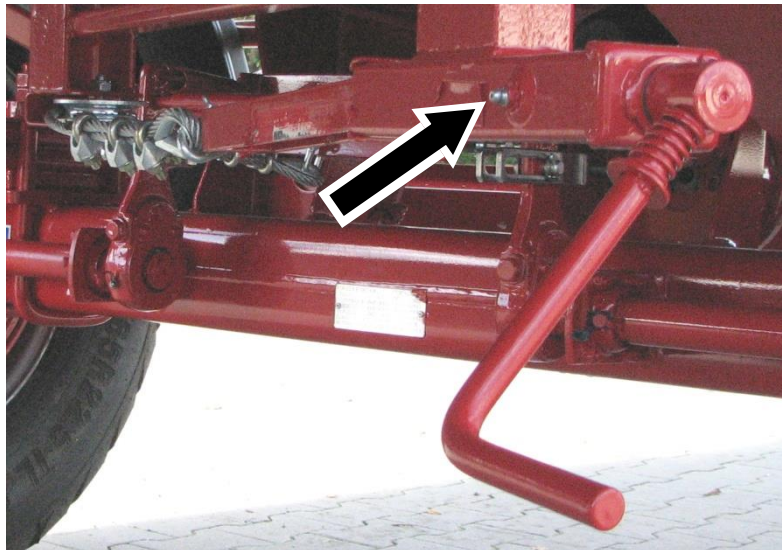

Abbildung 49: Schmiernippel der Spindel
- ⇒ Schmieren Sie die Spindel über den Schmiernippel mit Fett ab (siehe Abbildung 49).